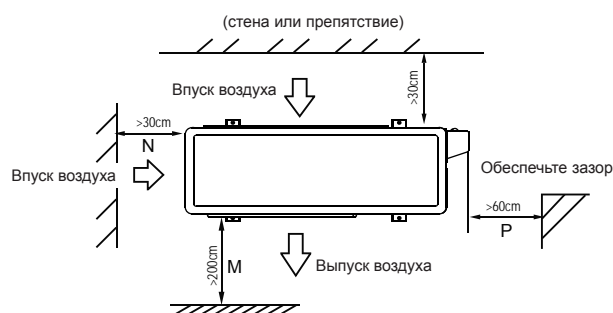

Рис. 6-5
- Данные по минимально допустимому расстоянию между наружным блоком и препятствиями, указанные в разделе установки, не распространяются на случай воздухопроницаемого помещения. Отставляйте открытыми два направления из трех. (См. рис. 6-5)